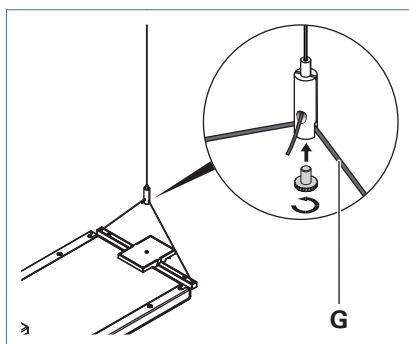

Fig. 12: Fissaggio dell'apparecchio centrale o finale al fermacavo.
- Portare il cavo metallico **G** dell'apparecchio nel fermacavo, vedi Fig. 12.